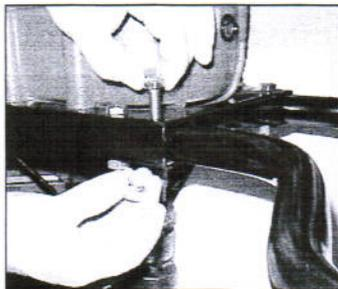

Fig. 6
1. Fissare il riduttore, già completo di piastra supporto manubrio e di motore, al manubrio, con le otto viti (fig. 6).